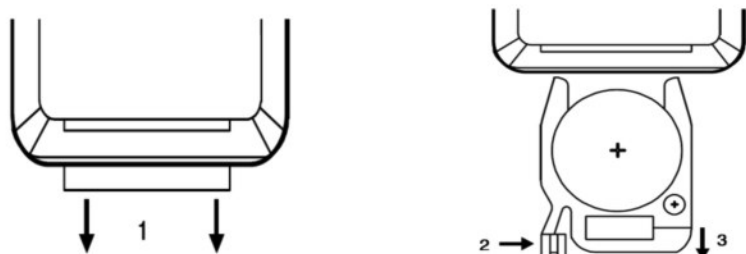

Imagen 1
- Para el control remoto se utiliza una pila de botón de litio (CR2025). Si es necesario reemplazar la batería del control remoto, consulte la Imagen 1. Primero, presione el mecanismo de bloqueo en dirección de la flecha (2), luego extraiga la cubierta en dirección de la flecha (3) y reemplace la batería.